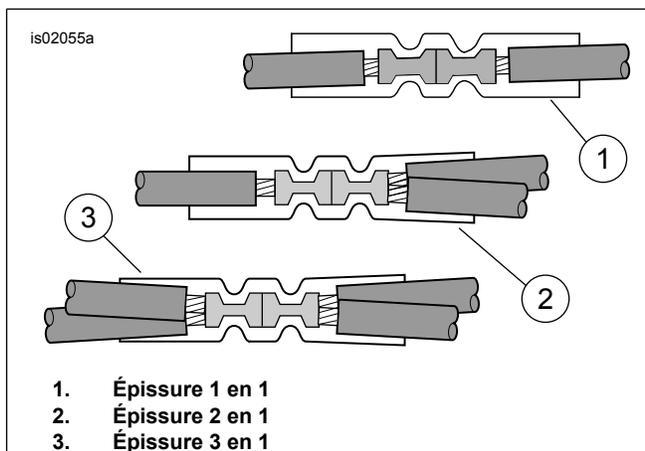
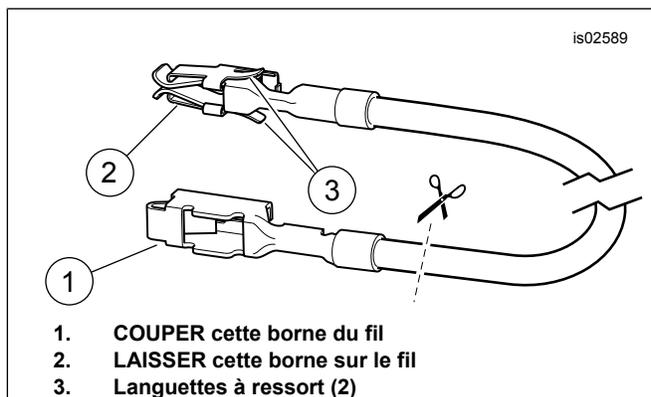
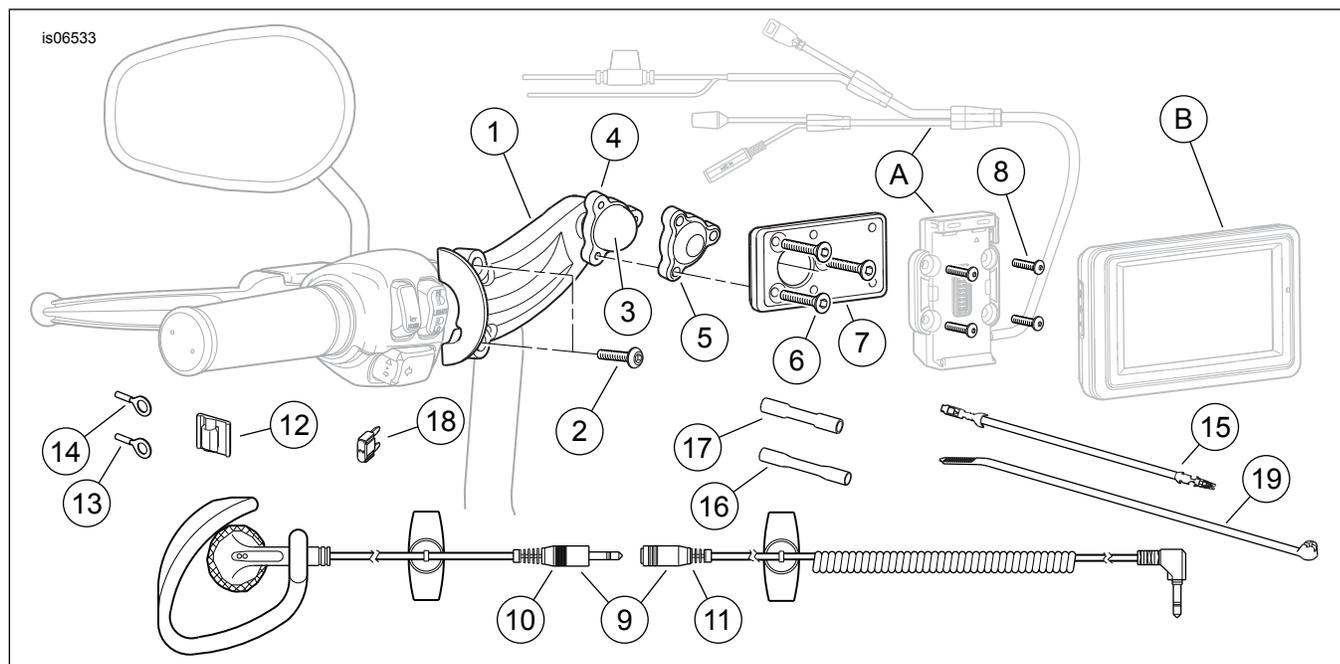

Figure 6. Configurations d'épissure
Figure 7. Fil adaptateur de bloc fusibles (Dyna et Softail)
Figure 16. Pièces de rechange, kit de montage sur guidon de GPS Road Tech Zumo 660 et Zumo 665
4. Voir Figure 16. Prendre le connecteur bout à bout scellé (3) dans le kit. Voir Figure 6 pour la configuration d'épissure 2 en 1. Épissure le conducteur d'alimentation du faisceau Zumo aux fils orange/blanc du faisceau principal selon les instructions contenues dans l'annexe du manuel d'entretien.
3. Voir Figure 16. Prendre le fil adaptateur orange/blanc (15) du bloc fusibles dans le kit. Bien noter la borne à chaque extrémité (voir Figure 7). Seule la borne avec les languettes à ressort convient au bloc fusibles. Couper avec soin la borne non utilisée du fil et la mettre de côté.
6. Voir Figure 16. Prendre le connecteur bout à bout scellé bleu (17) dans le kit. Voir Figure 6 pour la configuration d'épissure 1 en 1. Épisser le conducteur d'alimentation du faisceau Zumo au fil adaptateur selon les instructions dans l'annexe du manuel d'entretien.
7. Voir Figure 16. Poser le fusible de 2 A (18) du kit dans la cavité de fusible « OPEN » (ouverte) pour compléter le circuit.
3. Voir Figure 16. Prendre le connecteur bout à bout scellé bleu (17) dans le kit. Voir Figure 6 pour la configuration d'épissure 2 en 1. Épisser le conducteur d'alimentation du faisceau de fils Zumo sur les fils orange/blanc selon les instructions dans l'annexe du manuel d'entretien.
3. Voir Figure 16. Prendre le fil adaptateur orange/blanc (15) du bloc fusibles dans le kit. Bien noter la borne à chaque extrémité (voir Figure 7 ). Seule la borne avec les languettes à ressort convient au bloc fusibles. Couper avec soin la borne non utilisée du fil et la mettre de côté.
7. Voir Figure 16. Poser le fusible de 2 A (18) du kit dans la cavité de fusible d'allumage « P&A IGN » pour compléter le circuit.
3. Voir Figure 16. Prendre le connecteur bout à bout scellé bleu (17) dans le kit. Voir Figure 6 pour la configuration d'épissure 2 en 1. Épisser le conducteur d'alimentation du faisceau Zumo aux fils orange/blanc du faisceau principal selon les instructions contenues dans l'annexe du manuel d'entretien.
- Voir Figure 16. Couper l'excès de longueur du fil orange/blanc du faisceau Zumo. À l'aide du connecteur bout à bout scellé bleu (17) du kit, épisser ce fil avec le fil adaptateur installé à l'étape 4.
- Installer le fusible 2 A (18) du kit dans la cavité de fusible « P&A IGN », « 2 A MAX » pour compléter le circuit.
- Voir Figure 16. Couper l'excès de longueur du fil orange/blanc du faisceau Zumo. À l'aide du connecteur bout à bout scellé bleu (19) du kit, épisser ce fil avec le fil adaptateur installé à l'étape 4.
- Poser le fusible de 2 A (20) du kit dans la cavité de fusible 1A-1B (4) pour compléter le circuit.
- Voir Figure 16. Prendre le connecteur bout à bout scellé bleu (17) dans le kit. Voir Figure 6 pour la configuration d'épissure 2 en 1. Épissurer le conducteur d'alimentation du faisceau Zumo aux fils orange/blanc du faisceau principal selon les instructions contenues dans l'annexe du manuel d'entretien.
- Installer le fusible de 2 A (18) du kit dans la cavité de fusible pour compléter le circuit.